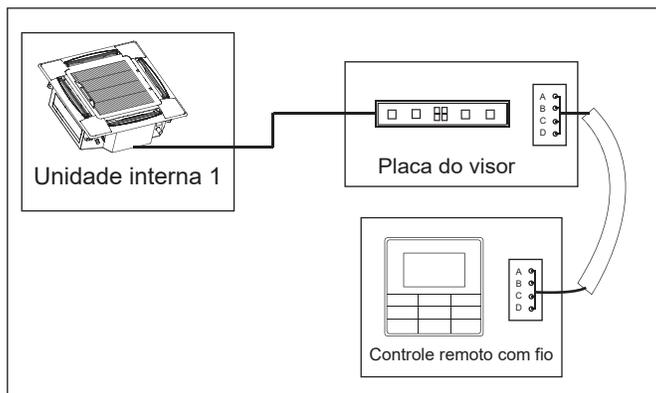

Figura 45
- Use um controlador conectado para controlar uma unidade interna (consulte a Figura 45).